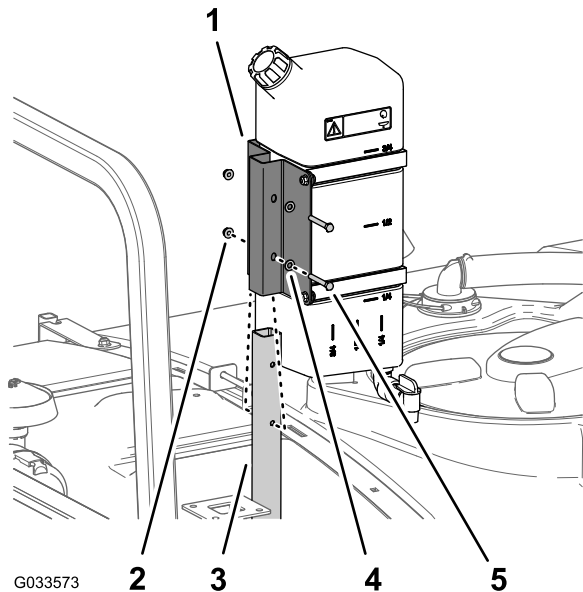

Figura 47
1. Montate il serbatoio d'acqua dolce e il supporto sul tubo di supporto con i 2 bulloni (5/16" x 2¼") e 2 dadi di bloccaggio flangiati (5/16") come illustrato nella Figura 47.